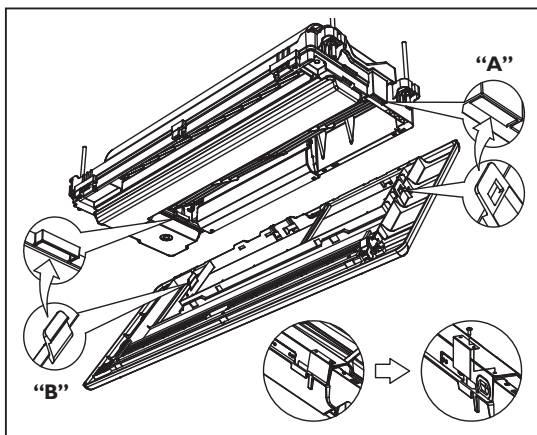

FIG. 23
2. Existem dois pontos de encaixe na estrutura da unidade interna para montagem da grelha; para colocá-la na estrutura faça o encaixe primeiro do lado esquerdo (“A” - Fig. 23) e depois no lado direito (“B” - Fig. 23).